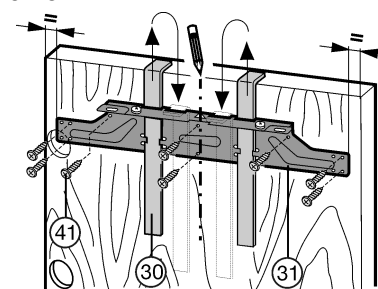

Fig. 26
- Dévisser la traverse de fixation Fig. 26 (31) au moyen des contre-écrous Fig. 26 (32).
- Suspendre la traverse de fixation Fig. 26 (31) avec les dispositifs de montage Fig. 26 (30) sur la face intérieure de la porte du meuble.
- Aligner la traverse de fixation Fig. 26 (31) au centre : tracer la ligne courte médiane sur la porte de meuble et venir y placer la pointe de flèche de la traverse.
- Aligner la traverse Fig. 26 (31) de fixation: tracer la ligne courte médiane sur la porte de meuble et venir y placer la pointe de flèche de la traverse. Décaler ensuite Fig. 26 (31) la traverse de fixation de 3/16 pouces (5.5 mm) en direction de la charnière.
- Fixer la traverse de fixation Fig. 26 (31) avec 6 vis Fig. 26 (41) sur le bord.
- Fixer la traverse de fixation Fig. 26 (31) avec 4 vis Fig. 26 (41) sur le bord.
- Retirer les dispositifs de montage Fig. 26 (30) en les tirant par le haut et les pousser en les tournant dans les orifices d'extraction à proximité.